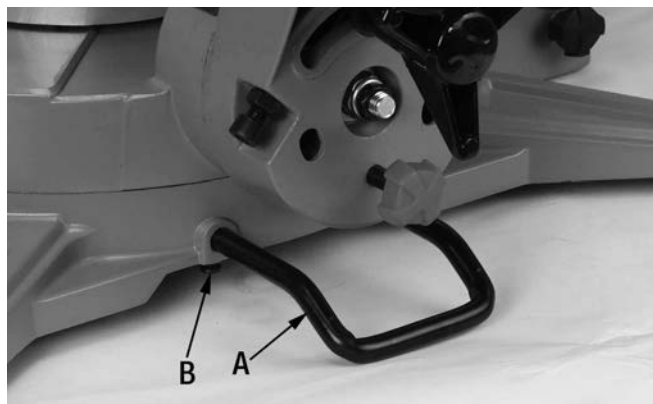

FIGURE 4
Avant d'utiliser cette scie à onglets, il est également recommandé d'installer l'extension de support arrière (A) Fig.4 pour soutenir l'arrière de la scie. Glissez l'extension de support arrière dans les deux trous de montage et fixez-le avec la vis à tête bombée (B).